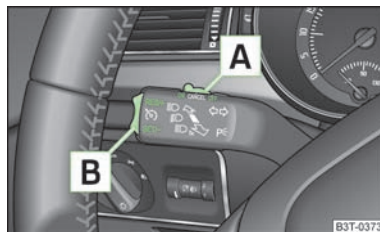

Abb. 124
- Den Schalter **A** » Abb. 124 in Stellung **ON** drücken.
- Die Wippe **B** » Abb. 124 in der Position **RES** drücken.
Die Geschwindigkeitsregelanlage wird **vorübergehend abgeschaltet**, indem der Schalter **A** » Abb. 124 in die gefederte Position **CANCEL** bzw. auch das Brems- oder Kupplungspedal gedrückt wird.
- Den Schalter **A** » Abb. 124 nach rechts in Stellung **OFF** drücken.